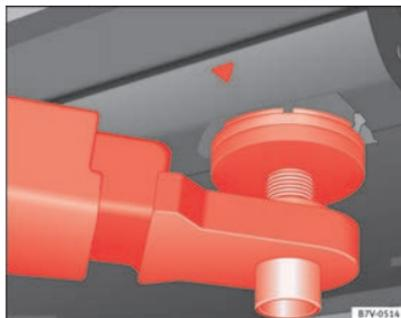
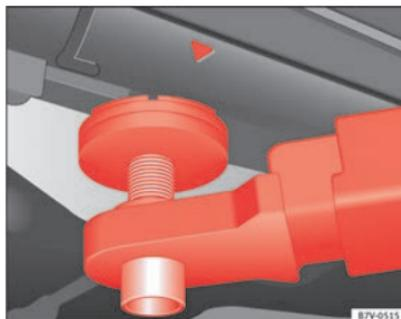

Fig. 129 Punti di appoggio anteriori per il sollevamento del veicolo tramite ponte elevatore o cric.
Fig. 130 Punti di appoggio posteriori per il sollevamento del veicolo tramite ponte elevatore o cric.
Per sollevare il veicolo devono essere utilizzati esclusivamente i punti indicati nelle figure → fig. 129 e → fig. 130. Se il veicolo non viene sollevato dai punti indicati, potrebbe subire danni ⇒ ⚠ e provocare lesioni gravi ⇒ ⚠. ▶
- Sollevare il veicolo utilizzando esclusivamente i punti indicati nelle figure ⇒ fig. 129 e ⇒ fig. 130. Se il veicolo non viene sollevato dai punti indicati, potrebbe cadere dal ponte durante lo smontaggio di componenti come il motore o il cambio.